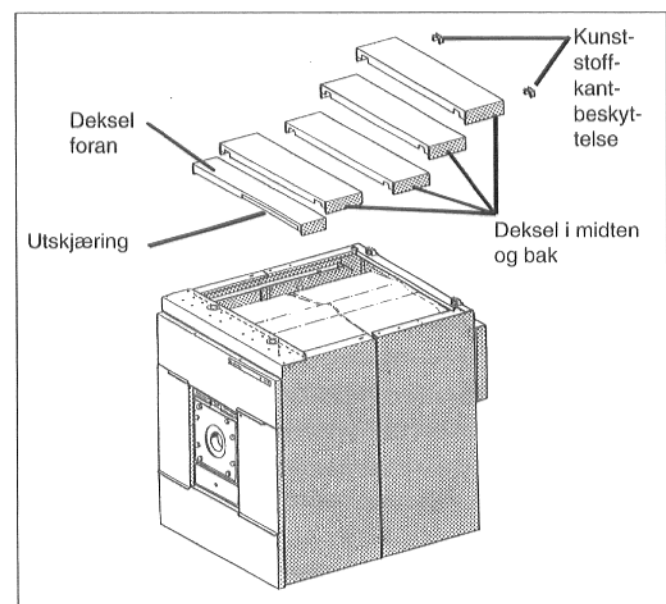

Fig. 49
- Dekselet foran (blålakkert) legges inn i den langs-gående traversen bak fremre deksel. Utskjæringen i dekselet må ligge på den siden der kontrollpanelet senere skal monteres (fig. 49).
- Dekslene i midten og bak (forzinket) legges inn i de langs-gående traversene med utskjæringene til kabelgjennomføringen pekende utover (fig. 49).